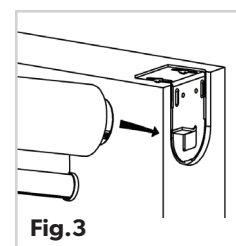

Fig.3
6. Installez le côté droit du rouleau en insérant la languette sur le support de droite dans le rouleau. (Fig.3)